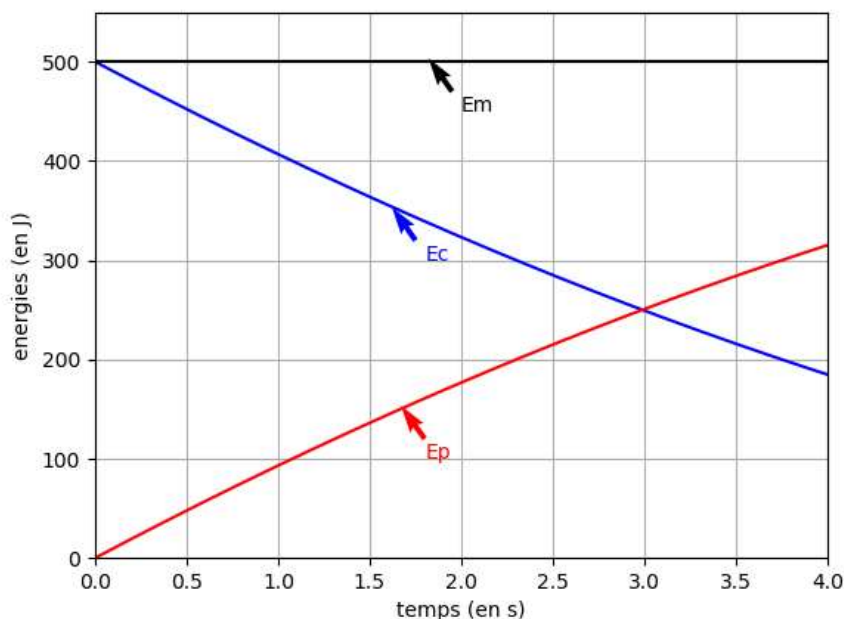

Figure 2 : Évolution des énergies cinétique et potentielle pendant l'ascension de la pièce
- Après avoir rappelé la définition de l'énergie mécanique de la pièce d'artifice, exploiter la **figure 2** pour savoir si, dans la situation simulée, l'énergie mécanique se conserve. Commenter le résultat obtenu.
- On suppose que la pièce explose à l'instant $t_A = 2,0$ s. Après cet instant, les évolutions de la **figure 2** ne sont plus respectées. À l'aide de la **figure 2**, déterminer la valeur de l'énergie potentielle à cet instant puis calculer l'altitude atteinte notée y_A .
- Comparer la valeur précédente à l'énergie cinétique initiale de la bombe (voir **figure 2**) et interpréter la différence.